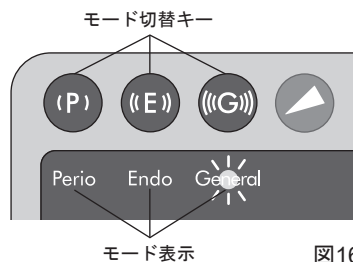

図16
- 1) モード切替キーを押して、ご使用になるモードを選択してください。選択されたモードのモード表示のランプが点灯します。(図 16)